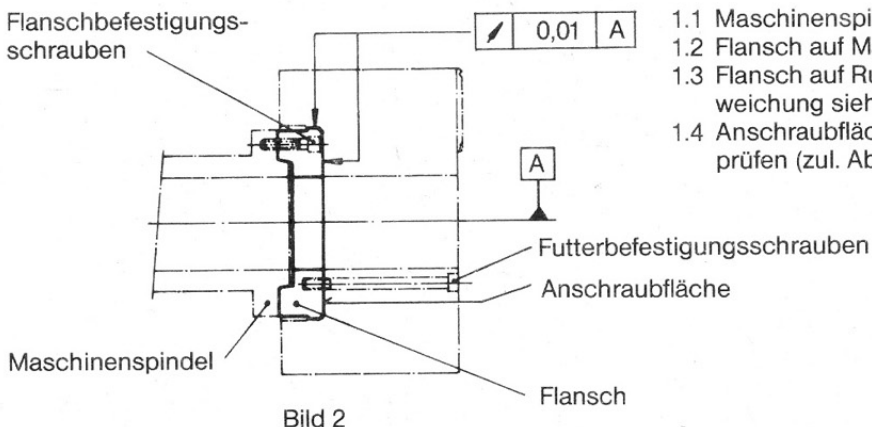

Bild 2
(Bild 2)
- 1.3 Flansch auf Rund- und Planschlag prüfen (zul. Abweichung siehe Bild 2)